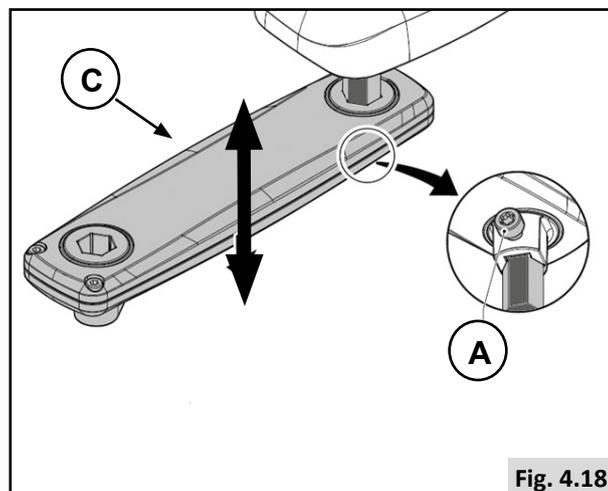
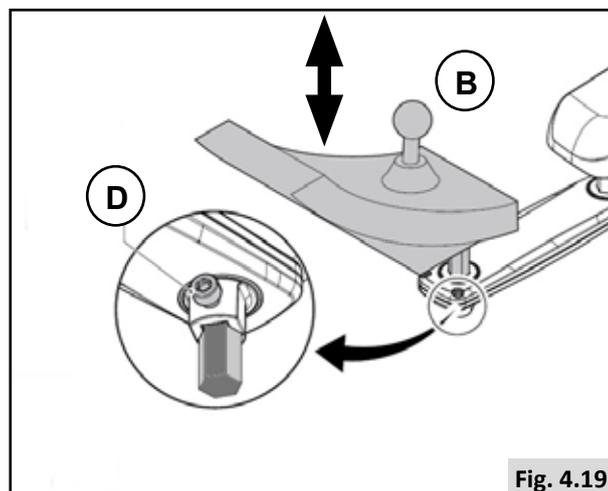

Fig. 4.18
Fig. 4.19
Preimpostazione della posizione in altezza dell'unità di comando (1) (Fig. 4.18).
1. Allentare i bulloni (A).
2. Fare scorrere il supporto (C) fino a raggiungere la posizione desiderata.
3. Stringere (A).
Preimpostazione della posizione in altezza dell'unità di comando (2) (Fig. 4.19).
1. Allentare il bullone (D).
2. Fare scorrere il supporto (B) fino a raggiungere la posizione desiderata.
3. Stringere (D).